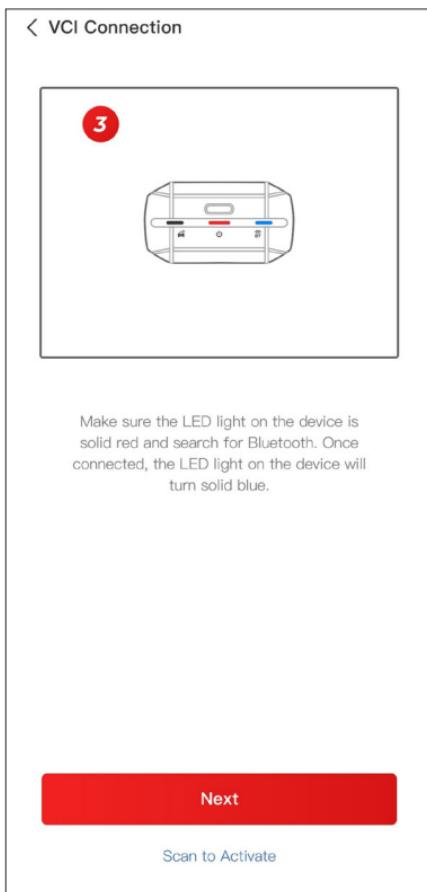

Abb. 3-6
③ Stellen Sie sicher, dass das LED-Licht auf dem Gerät ständig rot leuchtet und sucht nach Bluetooth. Sobald eine Verbindung hergestellt ist, wird das LED-Licht auf dem Gerät ständig blau leuchten (siehe Abbildung 3-6).